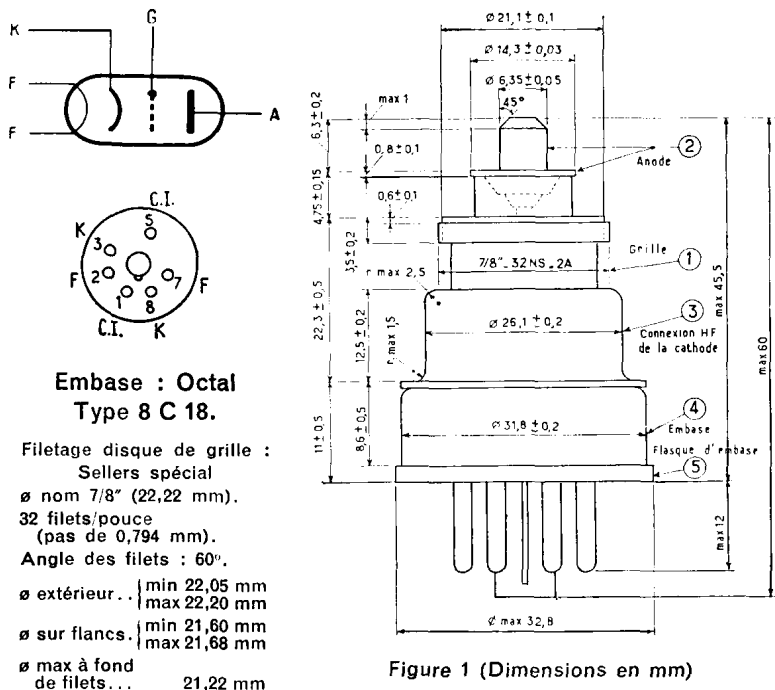
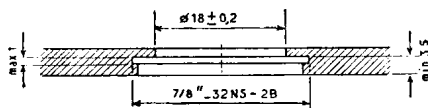

Figure 1 (Dimensions en mm)
Figure 2
(*) Pour tenir compte des excentricités maximales des pièces, se reporter aux points cerclés de (1) à (5) de la figure 1 :
- (1) On indique les excentricités par rapport à l'axe du trou fileté. Le disque de la grille est vissé complètement contre la surface de contact RF du flasque.
- (2) Excentricité maximale de l'axe de l'anode : 0,15 mm.
- (3) La distance entre la surface de la portion cylindrique de la connexion HF de cathode et l'axe du trou fileté est de 12,85 mm min et de 13,25 mm max. (voir la figure 2).
- (4) La tolérance sur l'excentricité de l'axe de l'embase est telle que celle-ci puisse entrer dans un calibre percé d'un trou de 32,5 mm de diamètre, à la condition que ce trou soit correctement centré par rapport à l'axe du trou représenté à la figure 2.
- (5) La tolérance sur l'excentricité de l'axe du flasque d'embase est telle que le flasque d'embase puisse entrer dans un calibre percé d'un trou de 33,5 mm de diamètre, à la condition que ce trou soit correctement centré par rapport à l'axe du trou représenté à la figure 2.